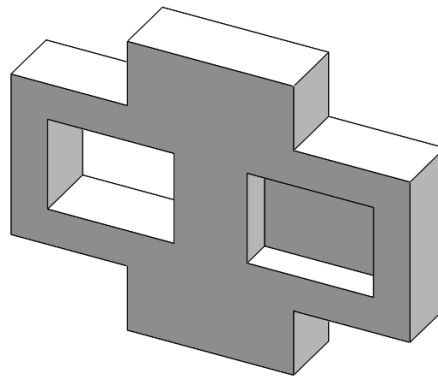

Figura 1
2. Analise a peça da figura 1. E demonstre que a mesma é válida topologicamente ou não. Sua resposta depende da contagem das entidades topológicas tais como: **(Pontuação 1,0)**